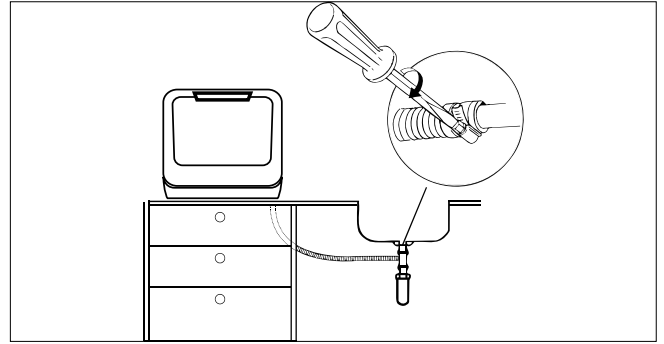

Fig. 9 – Fixation du raccord du tuyau
- ▶ Fixez l'extrémité du tuyau de façon à ce que le tuyau ne puisse pas glisser (voir Fig. 9).